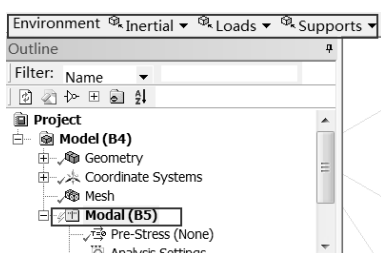

图 8-14 Environment 工具栏
Step1：选择 Mechanical 界面左侧 Outline（分析树）中的 Modal（B5）选项，此时会出现图 8-14 所示的 Environment 工具栏。